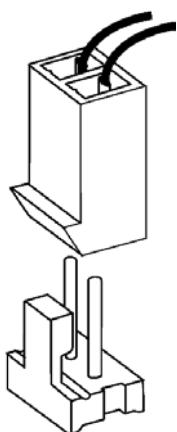

Fig. 2: Batteritilslutning
- Slut begge batterier i sirenen til, og kontrollér, at polerne vender rigtigt (se fig. 2).